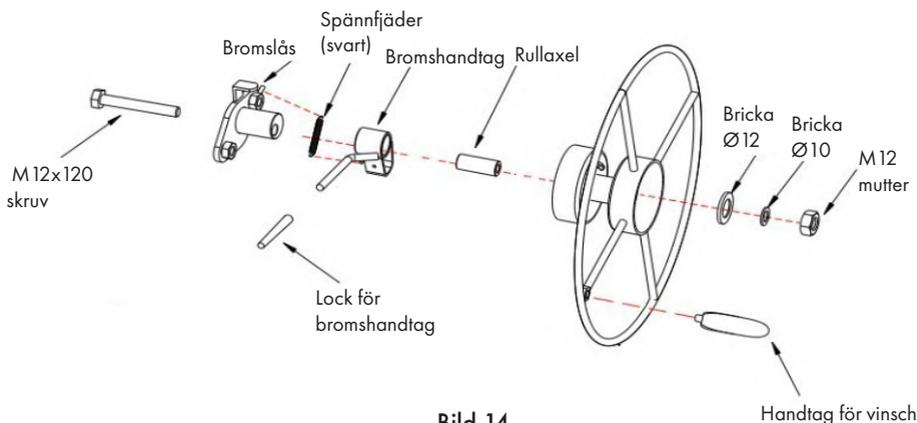

Bild 14
- Slutför monteringen av vinschjulet enligt Fig. 14.